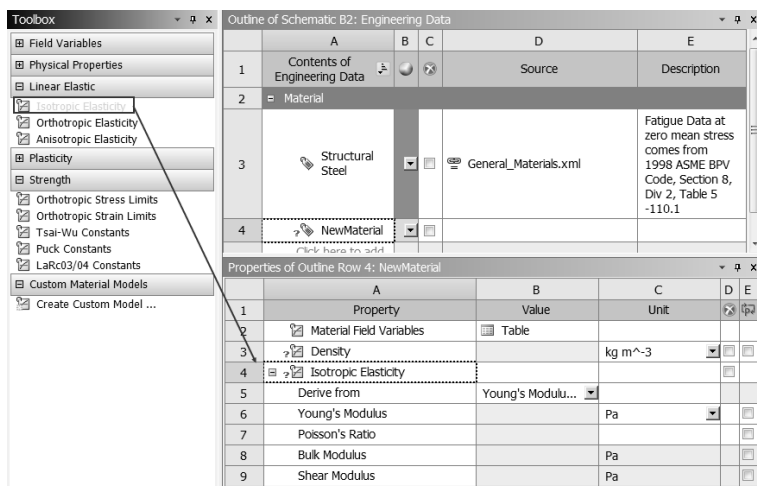

图 9-14 添加各项同性的属性
Step4: 如图 9-14 所示, 将 Toolbox (工具箱) 中的 Linear Elastic Isotropic Elasticity 属性直接拖到右下侧的 A1 (Property) 栏中。